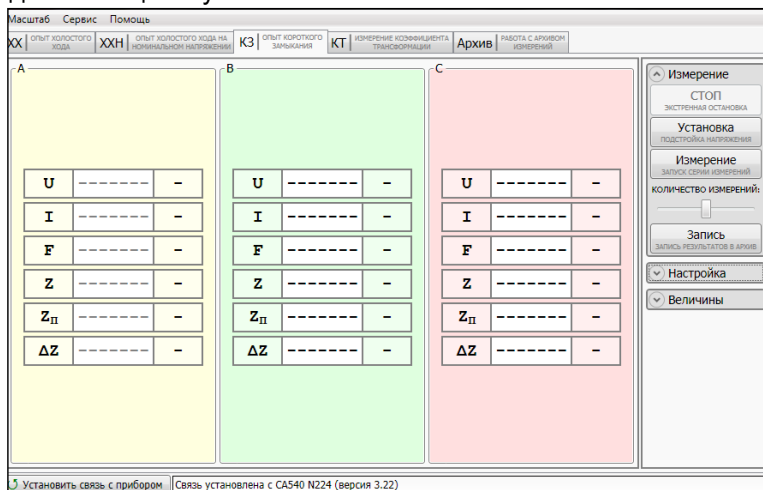

Рисунок 7.23
13) Свернуть поле "Величины", для чего щелкнуть по кнопке **Величины** и развернуть поле "Измерение" (рисунок 7.23), для чего щелкнуть по кнопке **Измерение**.
15) Включить режим установки напряжения внешнего источника питания, для чего щелкнуть по кнопке **Установка** в поле "Измерение" (рисунок 7.23).
17) Установить количество накапливаемых результатов измерения N , для чего с помощью регулятора **КОЛИЧЕСТВО ИЗМЕРЕНИЙ** выбрать нужное значение (рисунок 7.23).